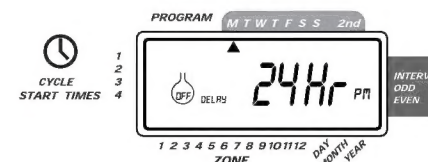

図13:RAIN DELAY操作設定時のディスプレイ
■ダイヤルをAUTOに合わせてそのまま、RAIN DELAYボタンを1度押し、それからENTERボタンを押してください。(図13参照) タイマーは、強制的に24時間操作が中断されます。24時間後、タイマーは自動的にもとの設定に戻り作動し始めます。